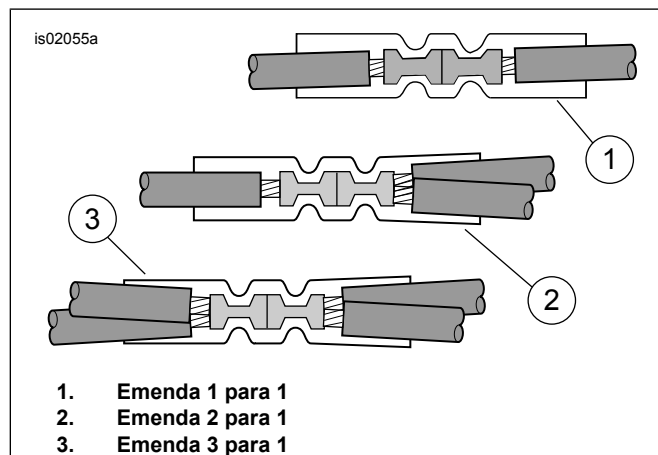

Figura 7. Configurações de emenda
4. Consulte Figura 22. Pegue um conector de emenda selada (3) do kit. Consulte Figura 7, a configuração de emenda dois-para-um. Emende o condutor de potência da cablagem do punho aquecido com os fios cor de laranja/branco da cablagem principal de acordo com as instruções incluídas no apêndice do manual de serviço.
6. Consulte Figura 22. Pegue um conector de emenda selada (3) do kit. Consulte Figura 7, a configuração de emenda um-para-um. Emende o condutor de potência da cablagem do punho aquecido com o fio adaptador de acordo com as instruções incluídas no apêndice do manual de serviço.
3. Consulte Figura 22. Pegue um conector de emenda selada (3) do kit. Consulte Figura 7, a configuração de emenda dois-para-um. Emende o condutor de potência da cablagem do punho aquecido com os fios cor de laranja/branco cortados de acordo com as instruções incluídas no apêndice do manual de serviço.
3. Consulte Figura 22. Pegue um conector de emenda selada (3) do kit. Consulte Figura 7, a configuração de emenda dois-para-um. Emende o condutor de potência da cablagem do punho aquecido com os fios cor de laranja/branco da cablagem principal de acordo com as instruções incluídas no apêndice do manual de serviço.
4. Instale o fusível 2A (12) do kit na cavidade do fusível para completar o circuito.